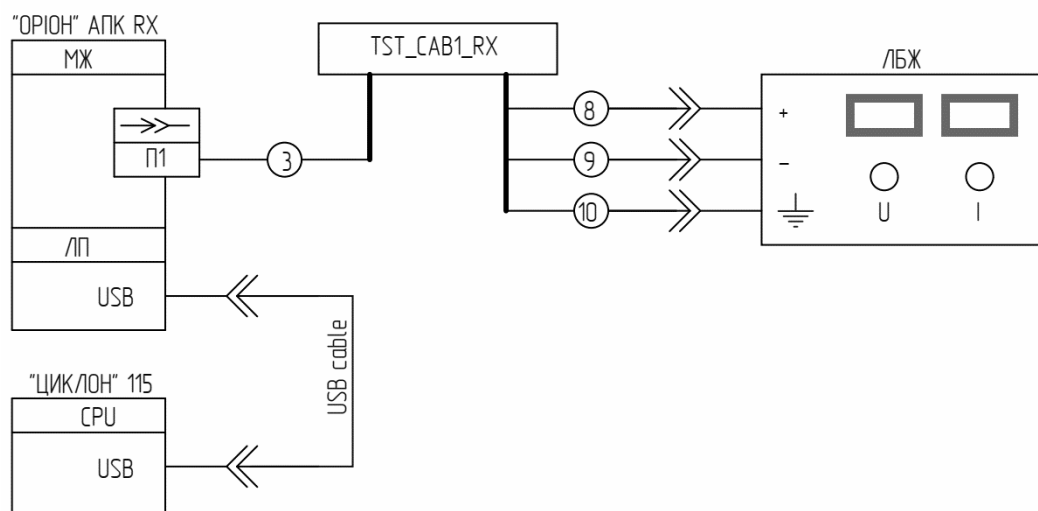

Рисунок 8.7.1 – Підключення «ОРИОН» АПК ОI RX до ПК і «ЦИКЛОН» 115
- 1) Підключити «ОРИОН» АПК ОI RX до «ЦИКЛОН» 115 і ЛБЖ за допомогою тестового кабелю «TST_CAB1_RX» і USB кабелю «USB cable» (див. рисунок 8.7.1);